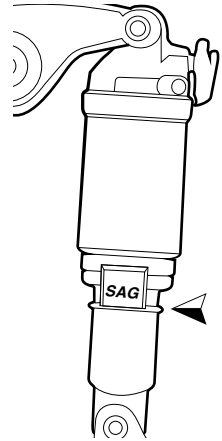

Figure 22. SAG Adjuster
- Descendez du vélo doucement sans créer d'à-coup et mesurez le SAG (Figure 22). Un SAG trop faible indique qu'il y a trop de pression dans votre fourche, vous devrez alors enlever de l'air à votre suspension. A l'inverse, un SAG trop élevé indique qu'il n'y en a pas assez, vous devrez alors ajouter de l'air à la suspension. Pour ce faire :
Votre Moustache est équipé d'un petit clip en plastique avec l'inscription « SAG Adjuster ». Le SAG idéal est atteint lorsque le joint torique est aligné avec l'extrémité de cette pièce comme sur la Figure 22. Si le joint est allé plus loin, c'est que votre amortisseur manque d'air. À l'inverse si le joint n'a pas atteint la graduation, c'est qu'il y a trop d'air dans l'amortisseur.